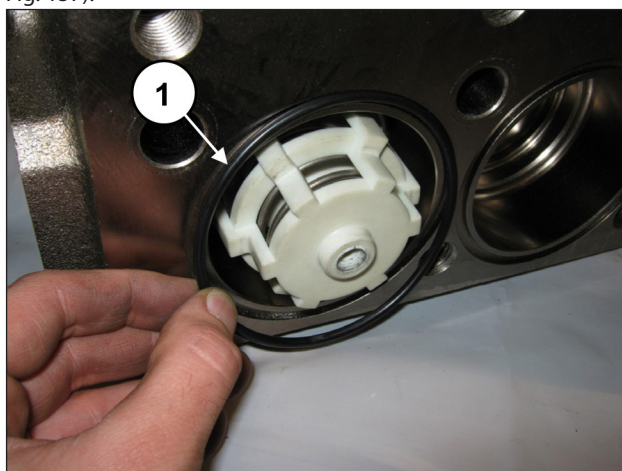

Fig. 157
Aplique o O-ring dianteiro nas válvulas de aspiração (pos. ①, Fig. 157).